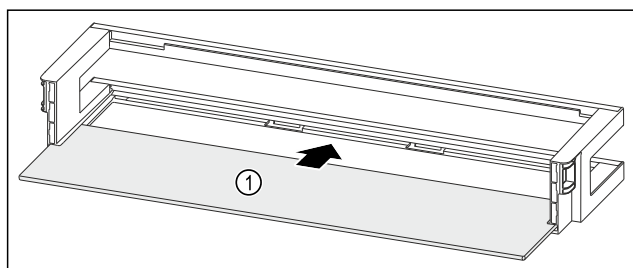

Fig. 262 Półka w drzwiach z półką
- ▶ Wsunąć półkę Fig. 262 (1) w boczne wycięcia.